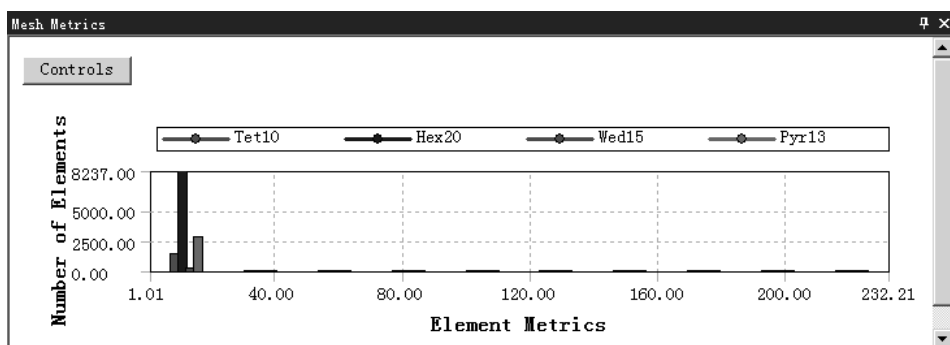

图 5.4.8 检查结果统计图表（二）
- ◆ 纵横比 (Aspect Ratio)。选择此选项后，此时在信息栏中打开图 5.4.8 所示的检查结果统计图表 (二)。